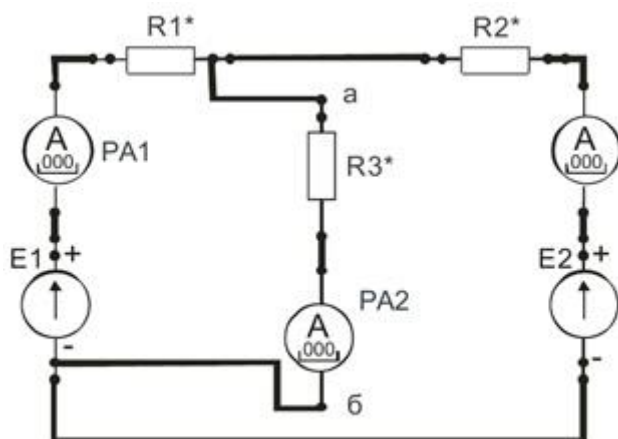

Рисунок 2 - Схема исследования.
3.2. Собрать цепь с двумя источниками электропитания (рис. 2), выбрав элементы цепи в соответствии с заданным вариантом (табл. 1).